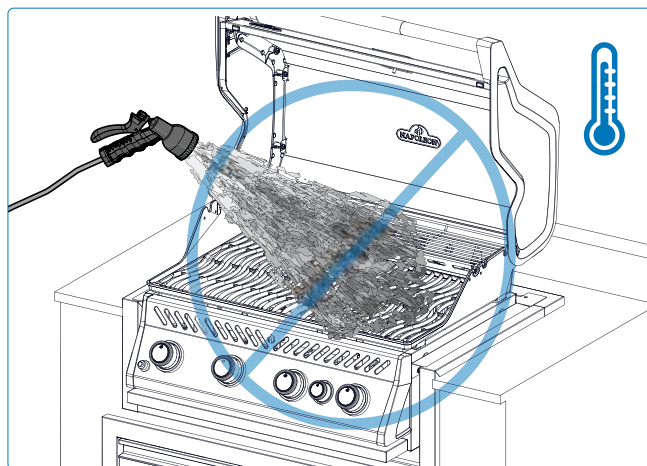

Fig. 17
1. Gebruik nooit water om vlammen te doven of opflakkingen te beheersen (Fig. 17)